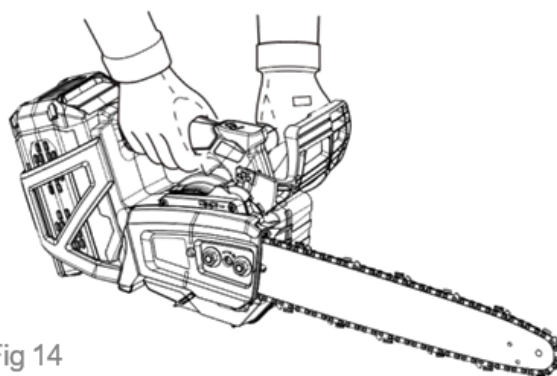

Fig 14
- Halten und steuern Sie die Kettensäge mit der linken Hand am vorderen Griff und der rechten Hand am hinteren Griff. Legen Sie Ihren Daumen um die Griffe (Abb. 14).